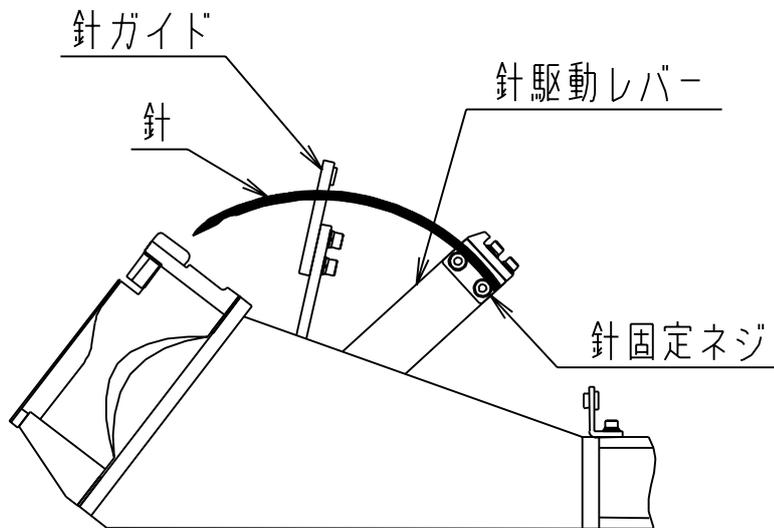

図 1
- 2) 針駆動レバーの後ろ側にそろえて（図1）針固定ネジを軽く締めて下さい。